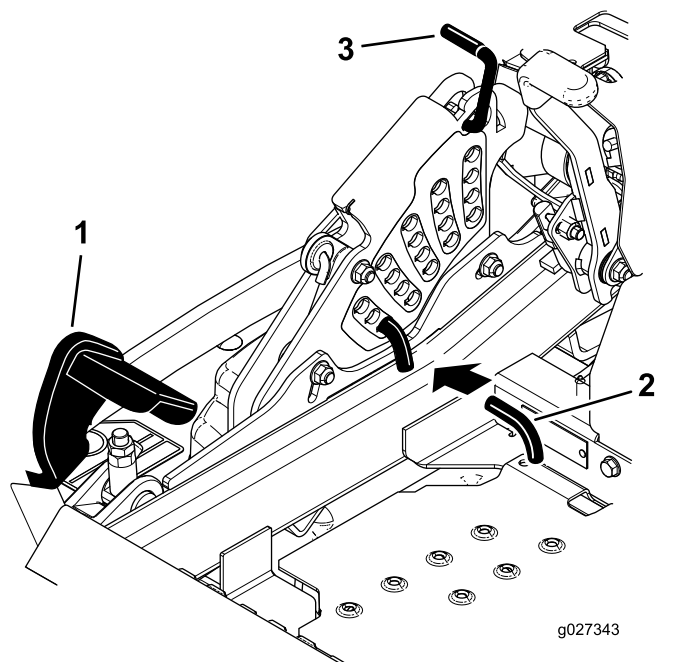

Figura 31
2. Pise el pedal de elevación de la carcasa y eleve la carcasa a la posición de transporte (que es también la posición de altura de corte de 140 mm [5½"]) como se muestra en Figura 31.
3. Para ajustar la altura de corte, gire el pasador 90 grados y retire el pasador del soporte de altura de corte (Figura 31).
4. Seleccione el taladro del soporte de altura de corte que corresponde a la altura de corte deseada, e inserte el pasador (Figura 31).